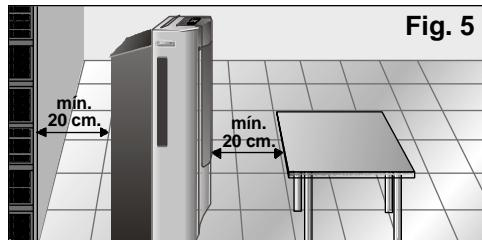

Fig. 5
- Por seguridad antes de conectar su equipo es necesario que esté separado al menos 20 cm de cualquier superficie cercana, Fig. 5.